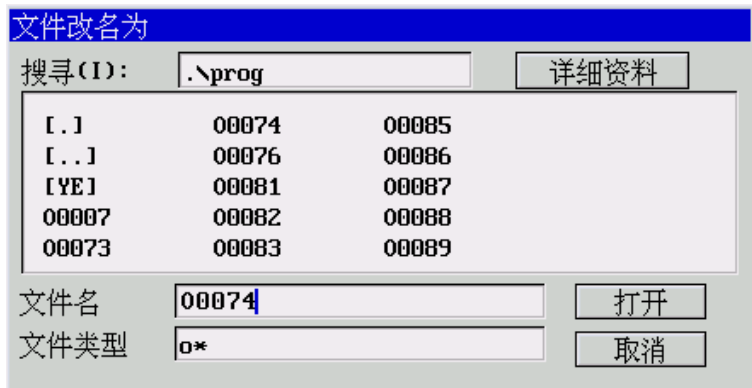

图 5.4.6 输入要更改的新文件名
- (4) 按 **Enter** 键，弹出如图 5.4.6 所示对话框；